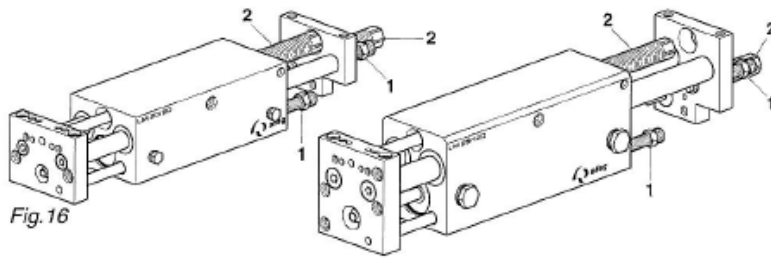

Fig.16
(Fig. 16) **Linearmodul** Zur Standardausstattung gehören zwei Anschlagsschrauben AS 08/40 (1) und zwei Stossdämpfer SD 14/16 (2) zur Endlageneinstellung.